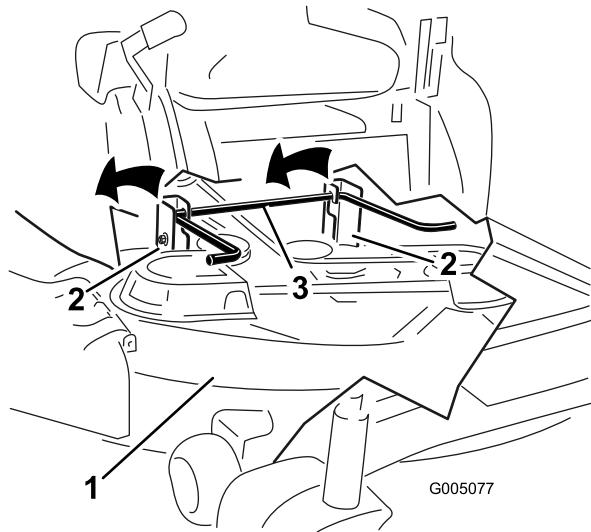

Figure 48
5. Soulevez et enlevez le plateau de coupe et les supports de la tige de levage arrière et abaissez la tondeuse au sol avec précaution (Figure 48).
- Soulevez l'arrière du plateau de coupe et guidez les supports sur la tige de levage arrière (Figure 48).